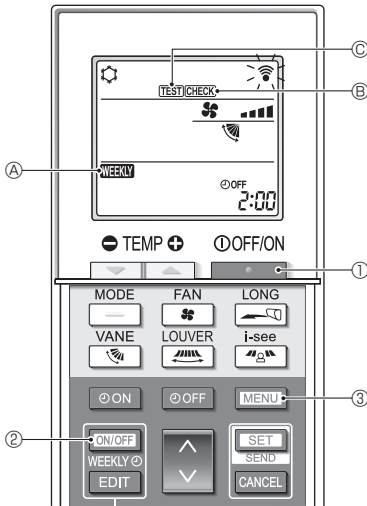

Fig. 7-1
7.1. Próbaüzem (Fig. 7-1)
- Nyomja meg az **[*]** ①-es gombot a légkondicionáló kikapcsolásához.
- Ha a heti időzítő engedélyezve van (az **WEEKLY** ④ be van kapcsolva), nyomja meg a **[ON/OFF WEEKLY]** ② gombot ② az időzítő kikapcsolásához (az **WEEKLY** ④ ki van kapcsolva).
- Tartsa lenyomva a **[MENU]** gombot ③ 5 másodpercig.
- A **CHECK** ⑤ bekapcsol, és az egység szerviz-üzemmódra vált.
- Nyomja meg a **[MENU]** gombot ③.
- A **TEST** ⑥ bekapcsol, és az egység próbaüzem-módra vált.